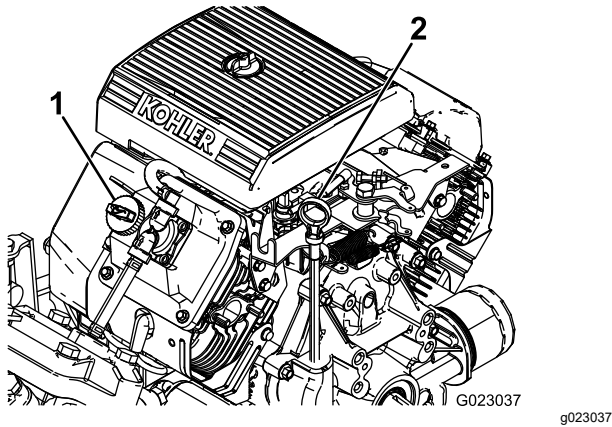

Figure 11
2. Retirez la jauge et essuyez-la sur un chiffon propre (Figure 11).
4. Si le niveau d'huile est bas, retirez le bouchon de remplissage du couvre-culasse (Figure 11) et ajoutez la quantité d'huile nécessaire pour faire monter le niveau jusqu'au repère MAXIMUM sur la jauge. Voir Contrôle du niveau, vidange de l'huile moteur et remplacement du filtre à huile \(page 51\), pour le type d'huile et la viscosité qui conviennent.